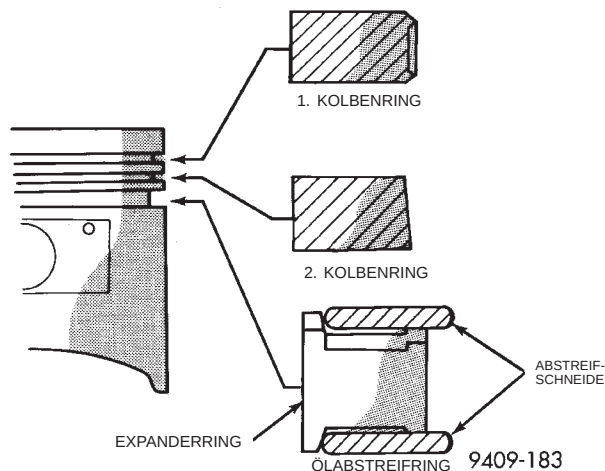

Abb. 9 Kolbenring—Einbau
(1) Der 1. und 2. Kolbenring haben verschiedene Querschnitte. Die Herstellerkennzeichnung muß nach oben zum Kolbenboden weisen (Abb. 9).